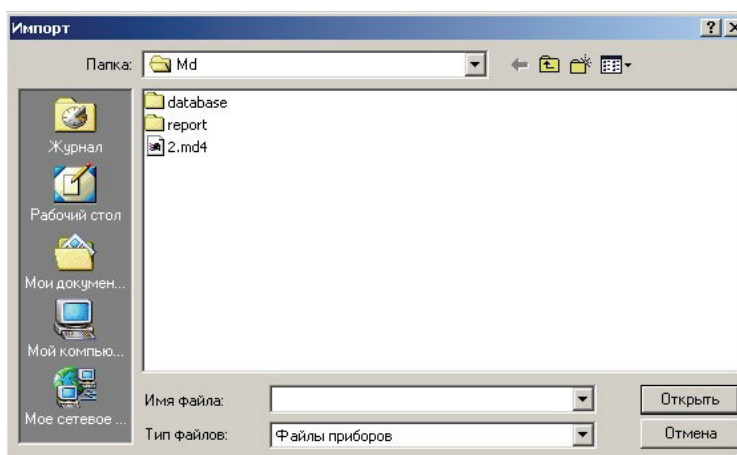

Рисунок 3.74
3.3.6.1 Строка **Импорт приборов из файла** служит для вызова всплывающего окна **Импорт** (см. рисунок 3.74), в котором в требуемой папке выбрать имя файла.